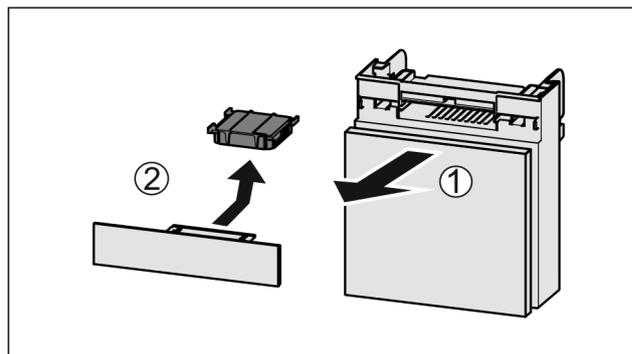

Fig. 140
- ▶ Predal izvlecite Fig. 140 (1) naprej.
- ▶ Odstranite Fig. 140 (2) aktivni ogljeni filter.